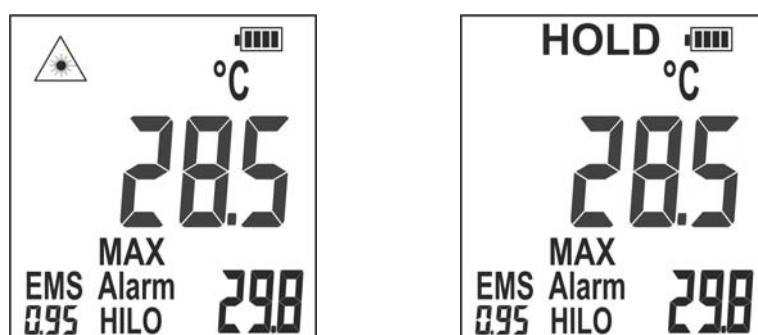

Fig. 18: Visualizzazione risultato di misura
7. Rilasciare il Trigger **T** per arrestare la misura e bloccare la visualizzazione all'ultimo valore letto. Il simbolo “” scompare e l'indicazione “HOLD” è mostrata a display (vedere Fig. 18)